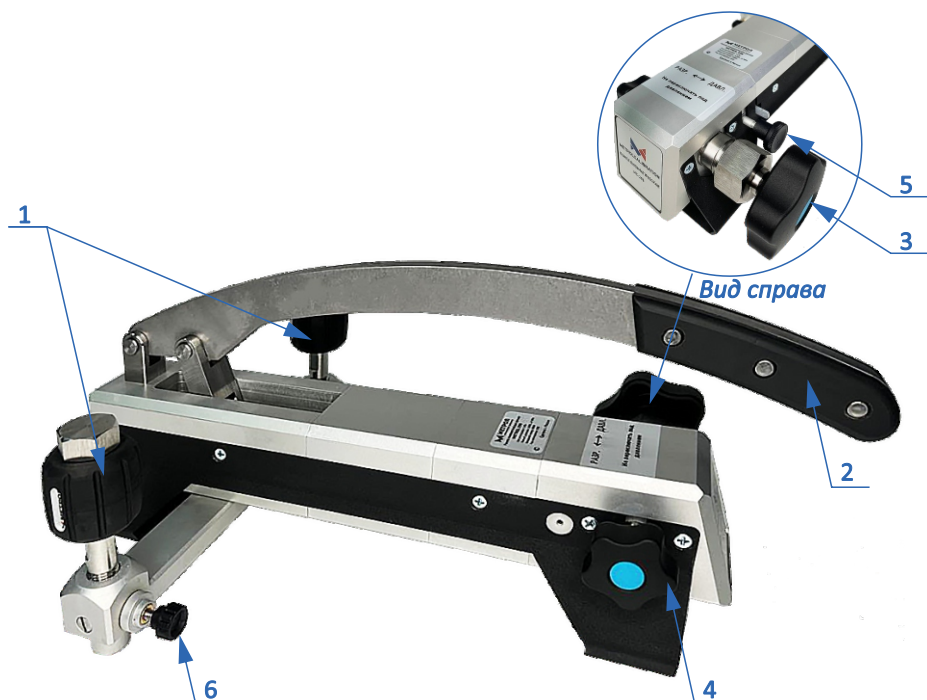
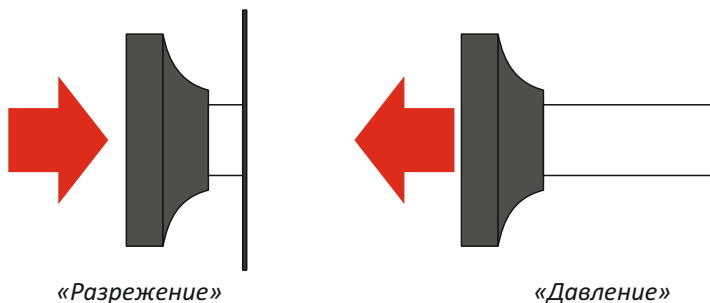

Рисунок 1 – Основные составные элементы помпы
Рисунок 2 – Положение переключателей режимов работы
1. Перед использованием помпы убедитесь, что на посадочных местах средств измерения (поз. 1, рис. 1) установлены уплотнительные кольца. Установите эталонное и поверяемое средства измерения давления на посадочные места (поз. 1, рис. 1).
- Установите переключатель режимов работы (поз. 5, рис. 1) в положение «давление» (рис 2).
- Выкрутите винт точной регулировки (поз. 3, рис. 1) и отсечной винт (поз. 4, рис. 1) пневматического насоса до упора.
- Вкрутите винт сброса давления (поз. 6, рис. 1).
- Плавными движениями поднимайте и опускайте ручку пневматического насоса (поз. 2, рис. 1) для создания давления.
- При достижении значения давления в системе, близкого к необходимому, вкрутите отсечной вентиль пневматического насоса (поз. 4, рис. 1) до упора.
- Для точной настройки плавно вращайте винт точной регулировки (поз.3, рис. 1) по часовой стрелке для увеличения давления и против часовой стрелки для его снижения.
- Обратное снижение давления производится кратковременным открытием винта сброса давления (поз. 6, рис. 1) с последующей подстройкой с помощью винта точной регулировки (поз.3, рис. 1).
- После завершения работы выкрутите винт сброса давления (поз. 6, рис. 1), отсечной вентиль (поз. 4, рис. 1) и снимите средства измерения с посадочных мест.
2. Установите переключатель режимов работы (поз. 5, рис. 1) в положение «разрежение» (рис. 2).
3. Вкрутите винт точной регулировки (поз. 3, рис. 1) и отсечной винт (поз. 4, рис. 1) пневматического насоса до упора.
4. Вкрутите винт сброса давления (поз. 6, рис. 1).
5. Плавными движениями поднимайте и опускайте ручку пневматического насоса (поз. 2, рис. 1) для создания давления.
6. При достижении значения давления в системе, близкого к необходимому, вкрутите отсечной вентиль пневматического насоса (поз. 4, рис. 1) до упора.
7. Для точной настройки плавно вращайте винт точной регулировки (поз.3, рис. 1) против часовой стрелки для увеличения давления и против часовой стрелки для его снижения.
8. Обратное снижение давления производится кратковременным открытием винта сброса давления (поз. 6, рис. 1) с последующей подстройкой с помощью винта точной регулировки (поз.3, рис. 1).
9. После завершения работы выкрутите отсечной вентиль (поз. 3, рис. 1) и винт сброса давления (поз. 6, рис. 1). Снимите средства измерения с посадочных мест.